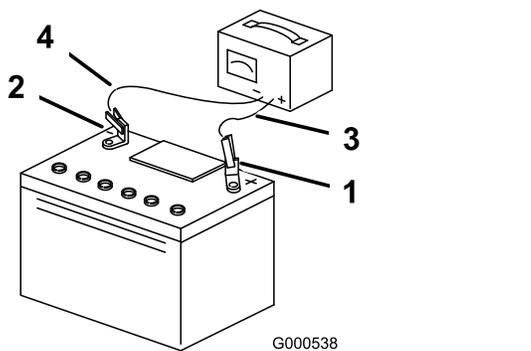

Рисунок 49
- После полной зарядки аккумулятора отсоедините зарядное устройство от электророзетки, а затем отсоедините провода зарядного устройства от штырей аккумулятора (Рисунок 49).